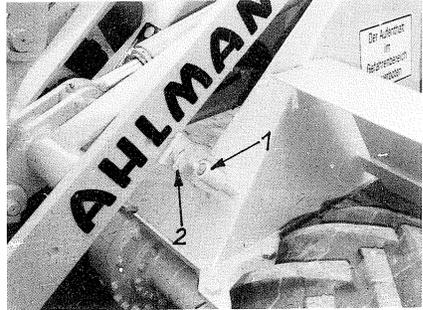

Bild 6
2. Beide Absteckbolzen aus den Aufbewahrungstaschen (Bild 6/1) herausnehmen, in die Lagerbleche (Bild 6/2) einstecken und mit dem Federvorstecker sichern.